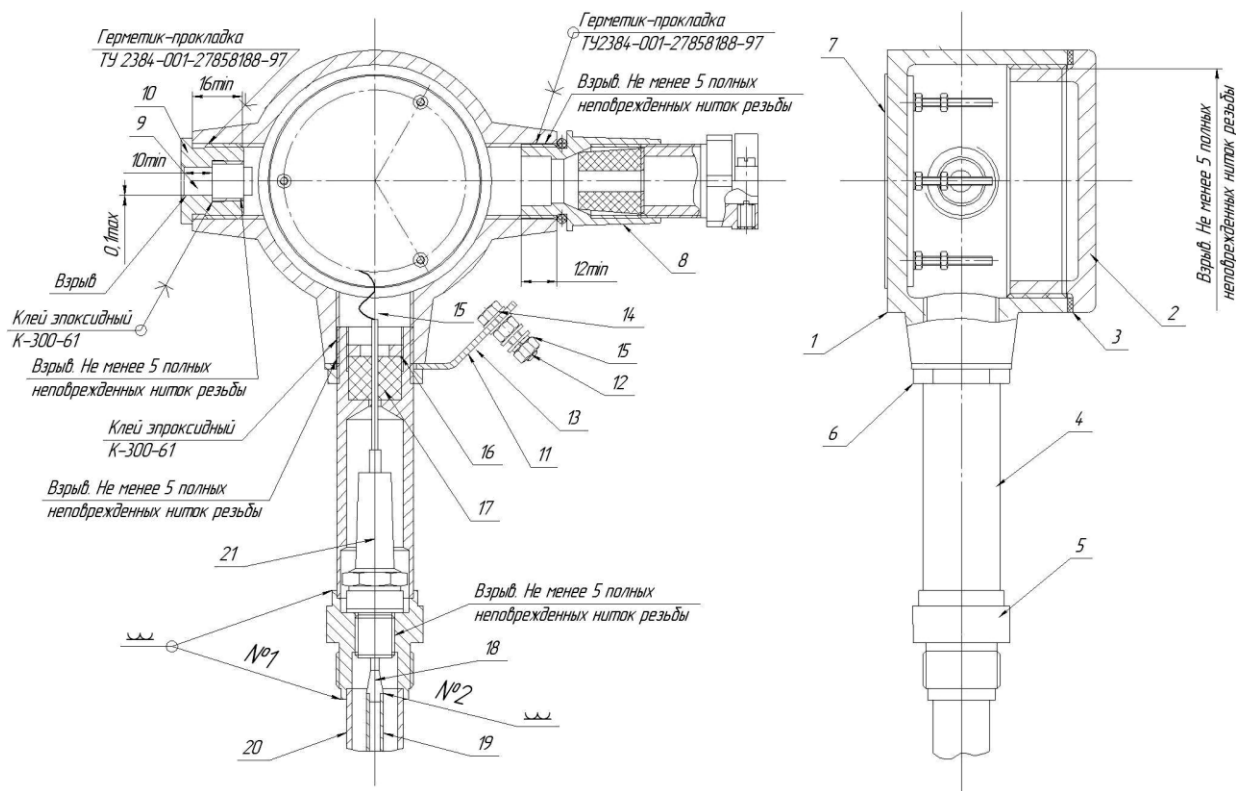

Рис.3. Средства взрывозащиты прибора
Чертеж средств взрывозащиты приведен на рис.3.
Перед монтажом следует проверить, чтобы на поверхностях, обозначенных словом «Взрыв» (рис. 3), отсутствовали раковины, забоины, трещины и механические повреждения.
К внешней линии прибор присоединяется с помощью штуцера с сальниковым уплотнением поз. 8, (рис. 3). Для подключения при помощи ключа снять крышку монтажного отсека с надписью «ОТКРЫВАТЬ, ОТКЛЮЧИВ ОТ СЕТИ». Присоединить кабель (рекомендуемая марка указана в таблице 2) в соответствии с таблицей 1 настоящего документа. Использовать ключ для завинчивания / отвинчивания крышек коробки взрывозащищенной КТА серии В(20) ТУ 3464-020-01403939-05.